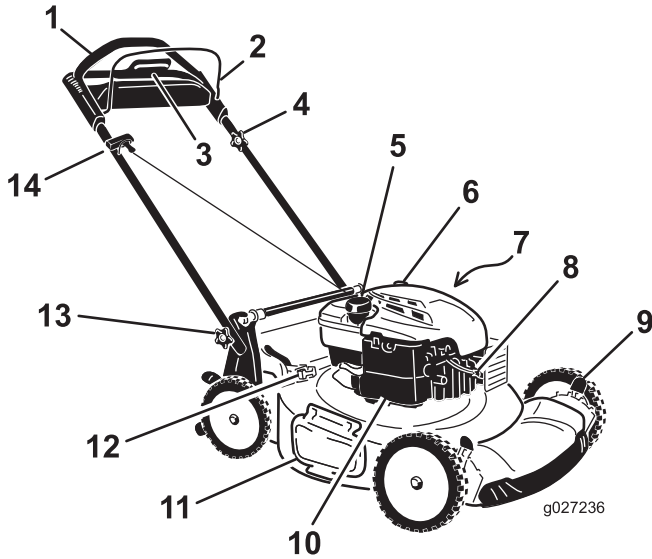

**Figuur 7**
2. Haak het onderste kanaal van de grasvanger over de onderzijde van het frame (Figuur 7).
3. Haak het bovenste en de zijkanalen van de grasvanger achtereenvolgens over de bovenzijde en de zijkanten van het frame (Figuur 7).